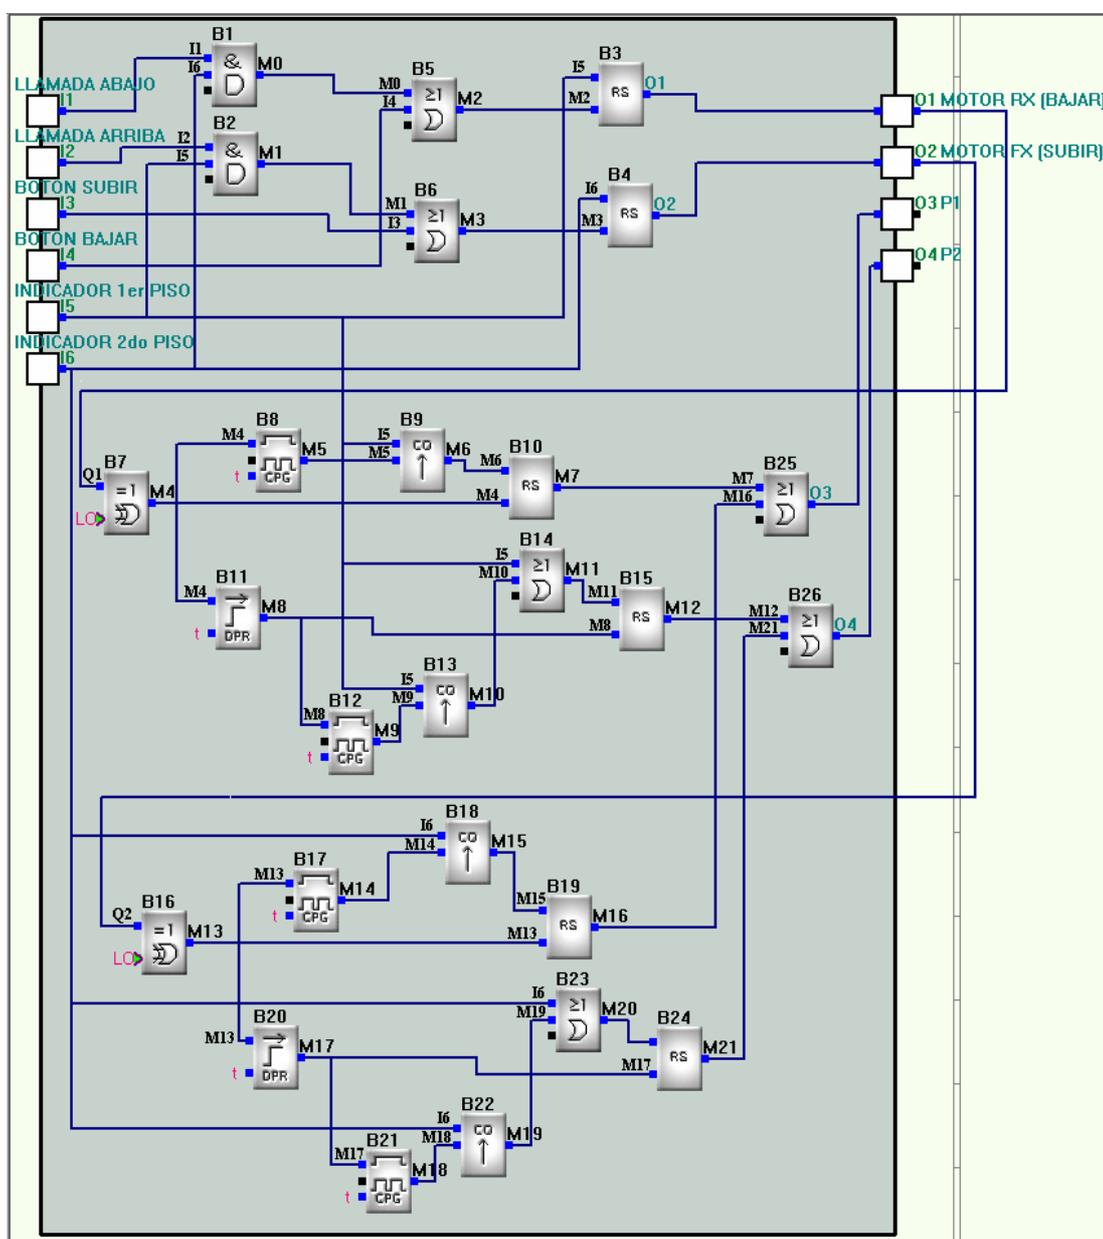

Figura. 6.52. Programa en Quick II
- El que controla el movimiento del ascensor mediante los botones de llamadas en cada piso y del botón SUBIR y botón BAJAR. (En la figura 6.52 son los bloques B1 al B6).
- El que controla los tiempos para la aceleración y desaceleración del motor del ascensor mientras se baja. (En la figura 6.52 son los bloques B7 al B15).
- El que controla los tiempos para la aceleración y desaceleración del motor del ascensor mientras se sube. (En la figura 6.52 son los bloques B16 al B24).